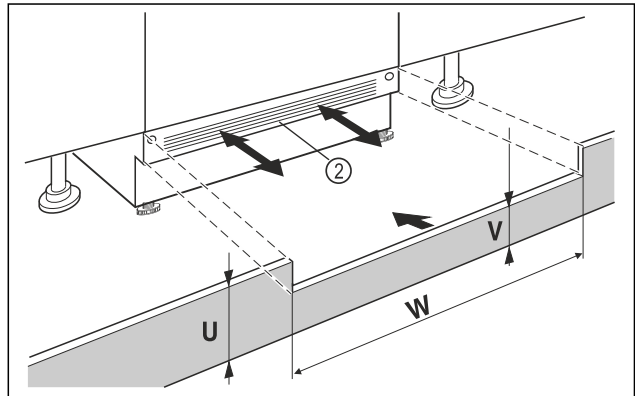

Fig. 12 Shembull ilustrues
- ▶ Vendosni kapakun e bazamentit të pajisjes Fig. 12 (2) por mos e fiksoni akoma.
- ▶ Kur kapaku i bazamentit është i dukshëm Fig. 12 (2), tërhiqeni atë përpara deri në atë pikë që buza e përparme e rrjetës së ajrimit dhe kapaku i bazamentit të mobilies të jenë në një nivel.
- ▶ Kur kapaku i bazamentit është i fshehur Fig. 12 (2), shtyjeni atë plotësisht prapa.
- ▶ Sigurohuni që kanalet e ajrimit të jenë plotësisht të lira: Nëse nevojitet, shkurtoni lartësinë e kapakut të bazamentit të mobilies Fig. 12 (U)!
- ▶ Përshtatni lartësinë Fig. 12 (V) nën kapakun e bazamentit të pajisjes Fig. 12 (2) përgjatë gjerësisë së dollapit Fig. 12 (W).